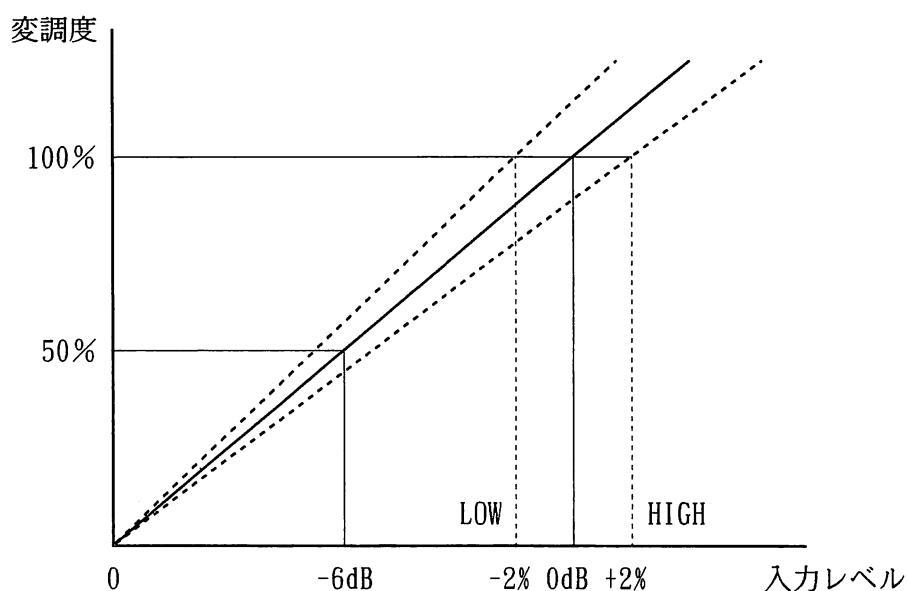

図7-2 入力レベルと変調度の関係
- 1) まず、変調信号設定キー⑯で“EXT”を選択します。
- 2) 変調入力端子(SG-5150の場合は[AF/L]側)②に変調信号を入力します。
- 3) 入力される変調信号は常にレベル検出され、適正レベルかどうかを入力レベル・モニタLED③に表示します。入力信号が小さいときは“LOW”が、大きいときは“HIGH”が点灯します。適正レベルのときは、両方のLEDが消灯しますので、適正レベルになる様に信号源のレベルを調節してください。
- 4) 本器は変調信号が適正入力レベルのとき、変調度表示部⑪に表示した変調度(周波数偏移)の誤差範囲が±2%以内になるよう調整されています。また、変調度(周波数偏移)と入力信号レベルは線形の関係になっていますので、例えば入力レベルを6dB小さくすると、LOWのLEDが点灯しますが、変調度(周波数偏移)が半分になった正常な変調信号が得られます。(図7-2参照)